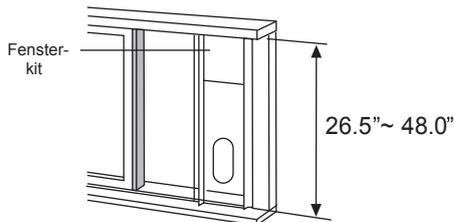

Abb. 13
2. Legen Sie den Fensteradapter (Kit) auf den Fensterrahmen. Passen Sie die Länge des Fensteradapters an die Fensterbreite an. Verkürzen Sie den Fensteradapter, wenn die Breite des Fensters weniger als 26,5" ist. Öffnen Sie den Fensterflügel und legen Sie den Fensteradapter auf das Fenstersims (Abb. 13).